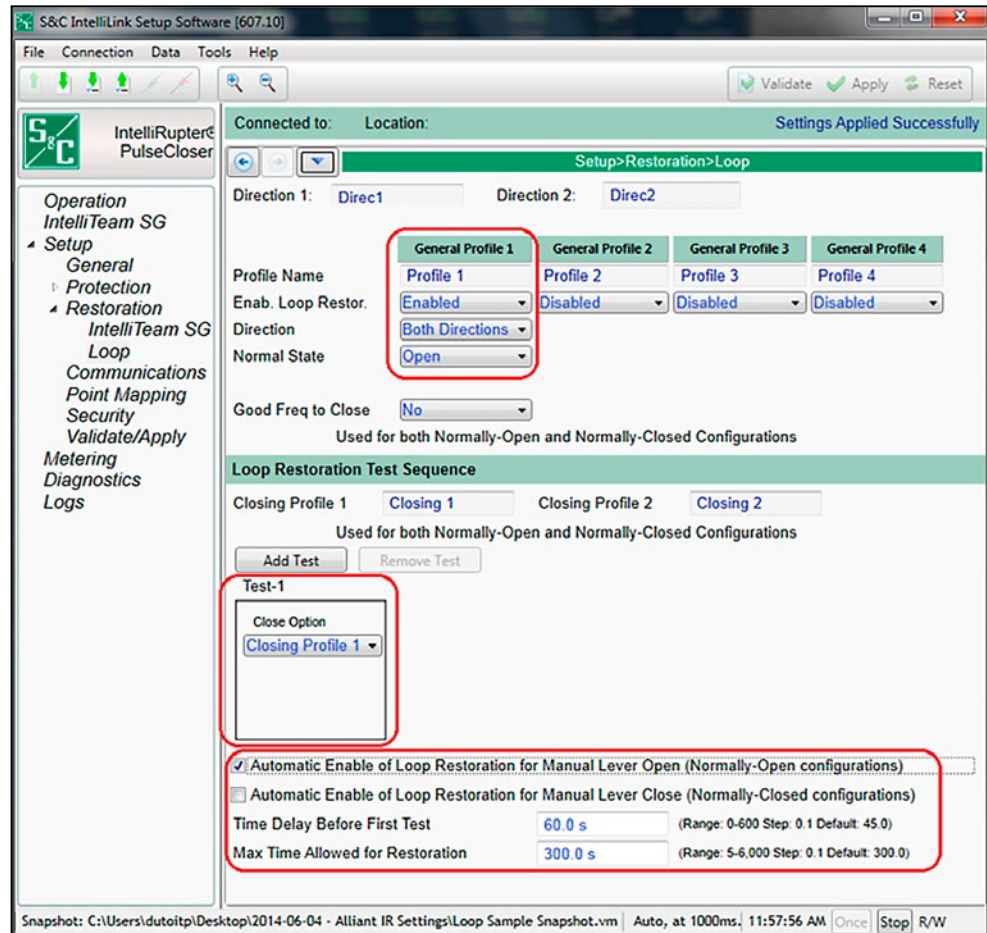

Figura 86. La pantalla *Setup>Restoration>Loop* (Configuración>Restauración>Corriente).
- PASO 1.** En la pantalla *Setup> Restoration>Loop (Configuración>Restablecimiento>Anillo)*, habilite el punto de ajuste **Enable Loop Restoration (Habilitar el Restablecimiento del Anillo)** para el perfil **General** deseado. Ver Figura 86 en la página 172.
Cuando el modo **Loop Restoration** está tomando una decisión para cerrar y restablecer el alimentador, éste usa el perfil y la secuencia de prueba programados en la pantalla *Setup>Restoration>Loop>Loop Restoration Test Sequence (Configuración>Restablecimiento>Anillo>Secuencia de Prueba del Restablecimiento del Anillo)*. Ver Figura 86 on page 172.